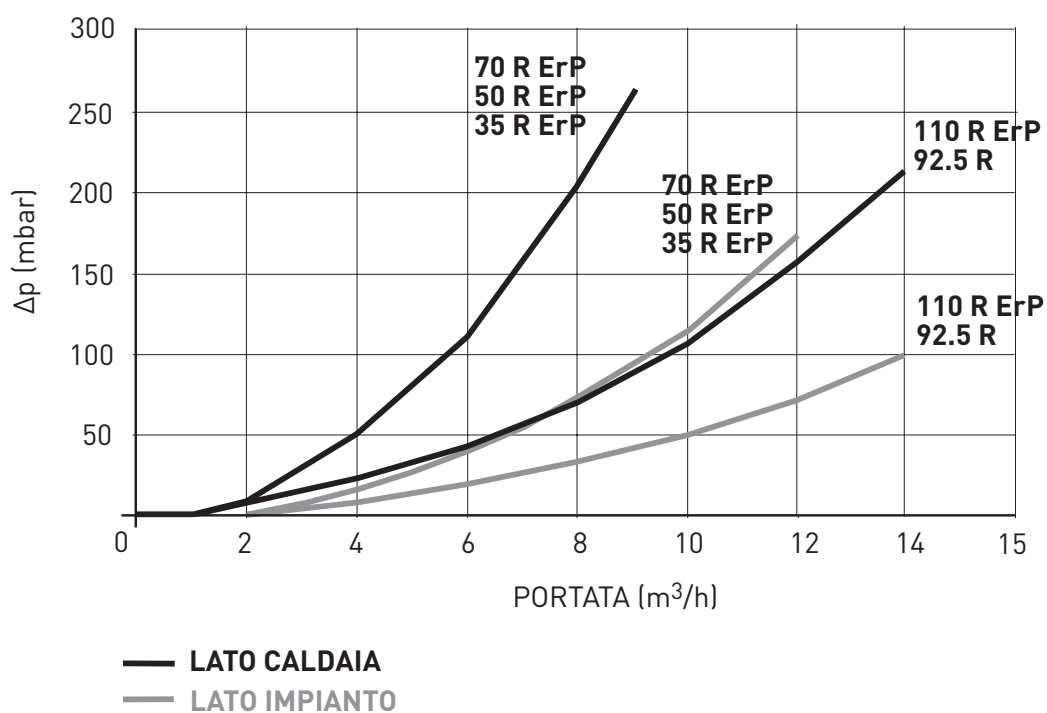

Fig. 9
2.9.1 Perdite di carico del compensatore idraulico (fig. 9)
Le perdite di carico del separatore idraulico sono indicate nei diagrammi di fig. 9.